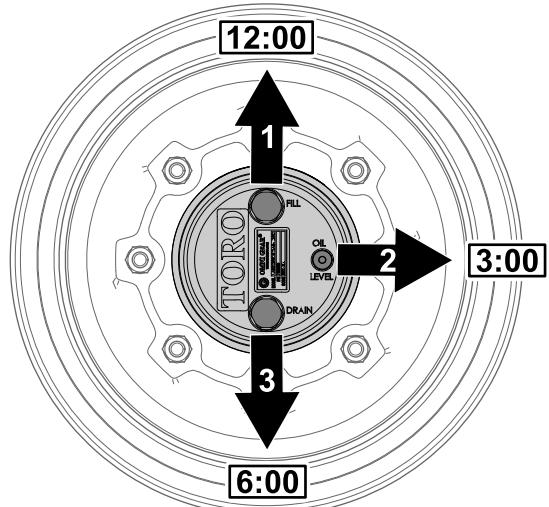

図 59
1. 水平な床面で、補給プラグが時計の 12 時の位置、点検プラグが 3 時、ドレンプラグが 6 時の位置を指すように駐車する図 59。
2. 3 時の位置にある点検プラグを外す図 59。
1. 水平な床面で、補給プラグが時計の 12 時の位置、点検プラグが 3 時、ドレンプラグが 6 時の位置を指すように駐車する図 59 プラネタリギアオイルの点検 (ページ 51) を参照。